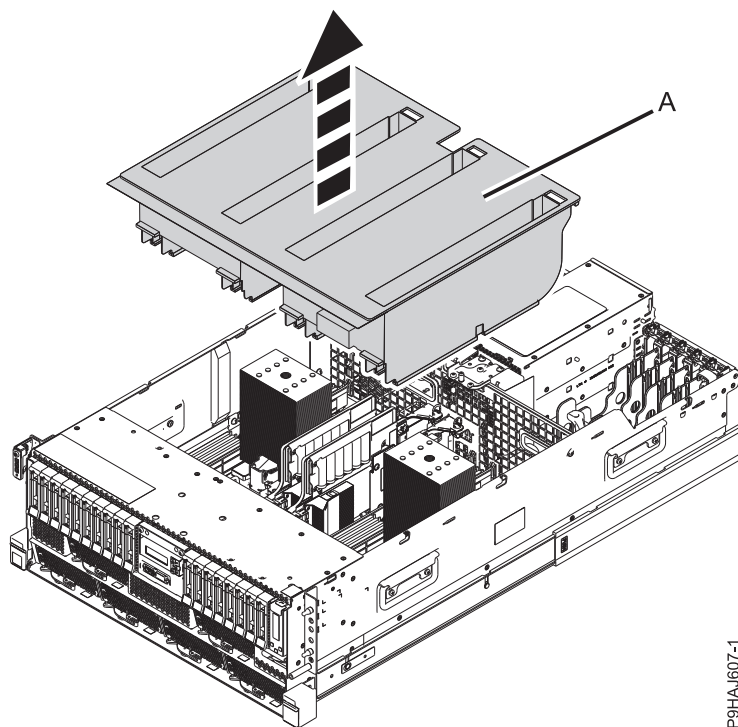

Figura 34. Extracción del deflector de aire de un sistema montado en bastidor
2. Para un sistema montado en bastidor, levante el deflector de aire (A) verticalmente tal como se muestra en la Figura 34 en la página 50. Para un sistema autónomo, extraiga el deflector de aire (A) hacia fuera tal como se muestra en la Figura 35 en la página 50.